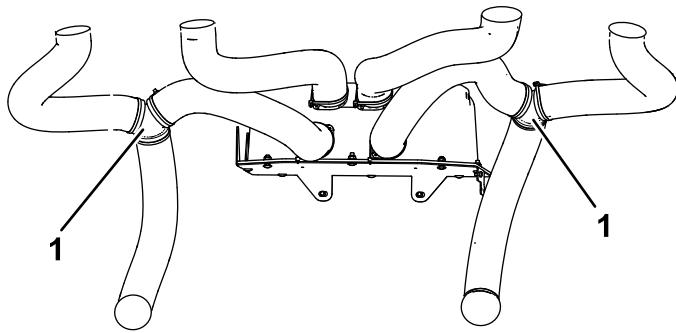

Figura 14
4. Conecte las 2 mangueras exteriores a las 2 mangueras inferiores usando los 2 adaptadores en Y y 4 bridás (Figura 13 y Figura 14). Conecte 2 mangueras de salida adicionales a las mangueras de salida exteriores ensambladas y sujetélas con 2 bridás (Figura 13 y Figura 14).
5. Conecte las 4 mangueras de salida a la caja del calentador usando 4 bridás (Figura 13 y Figura 14).